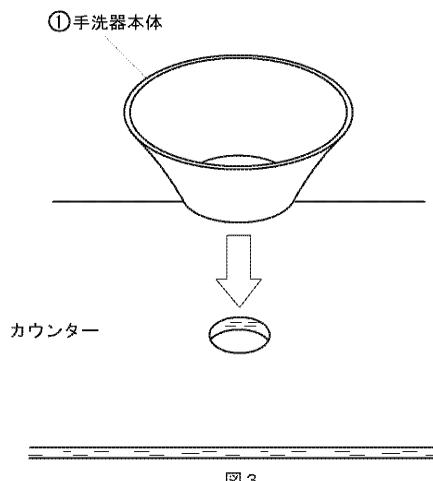

図3
- 3) ①手洗器本体を1)で開口したカウンターへセットします。(図3参照)